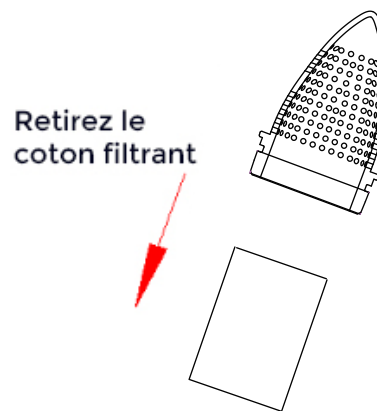

Fig.4
2. Tirer le filtre en coton vers le bas pour l'enlever (Fig. 4).